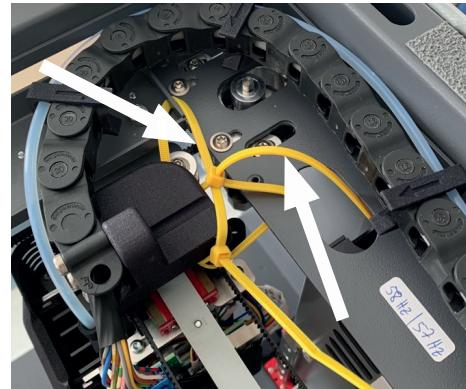

Fig. 1
**Stellen Sie sicher, dass der EIN/AUS-Schalter (2, Abb. 1) auf Aus (O) steht.**
- ⇒ Netzkabel auf der Geräterückseite in den Netzanschluss (2, Abb. 1) einstecken.
⇒ Schalten Sie das Gerät mit dem Ein-/Aus-Schalter (2, Abb. 1) auf der Rückseite des Gerätes ein.